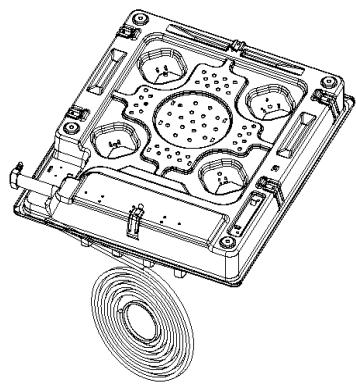

рис.4
7.1.3. Положить панель нижней стороной вверх и приkleить прокладку по периметру панели (рис. 4).